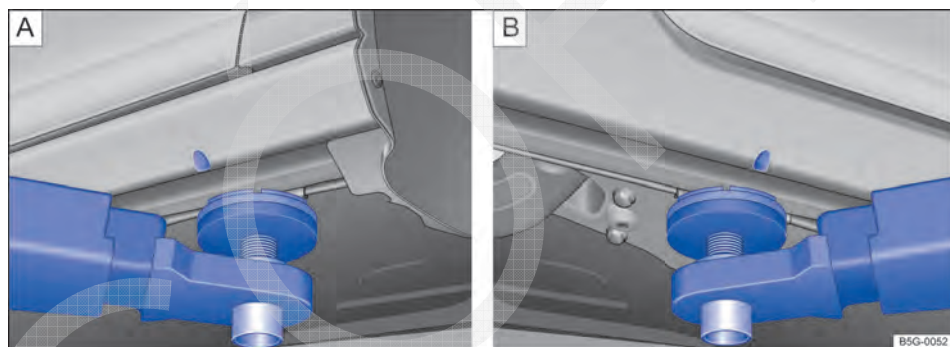
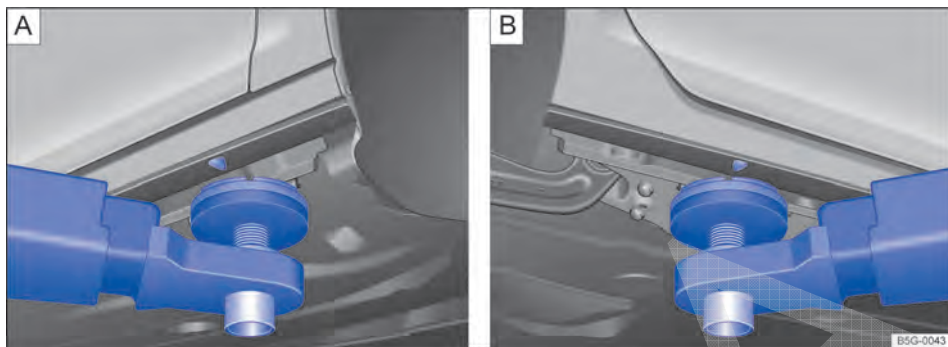

Fig. 252 A Pontos de apoio dianteiros e B ponto de apoio traseiro para suspender com a plataforma elevatória ou o macaco (variante 1).
Fig. 253 **A** Pontos de apoio dianteiros e **B** ponto de apoio traseiro para suspender com a plataforma elevatória ou o macaco (variante 2).
O veículo deve ser suspenso somente pelos pontos de apoio indicados nas figuras → Fig. 252 ou → Fig. 253. Se o veículo não for suspenso pelos pontos de apoio indicados, poderão ocorrer danos no veículo → ⚠ e ferimentos graves → ⚠.
- Suspender o veículo somente pelos pontos de apoio indicados nas figuras → Fig. 252 ou → Fig. 253. Se o veículo não for suspenso pelos pontos de apoio indicados, o veículo poderá cair da plataforma elevatória quando, por exemplo, o motor ou a suspensão for desmontado.